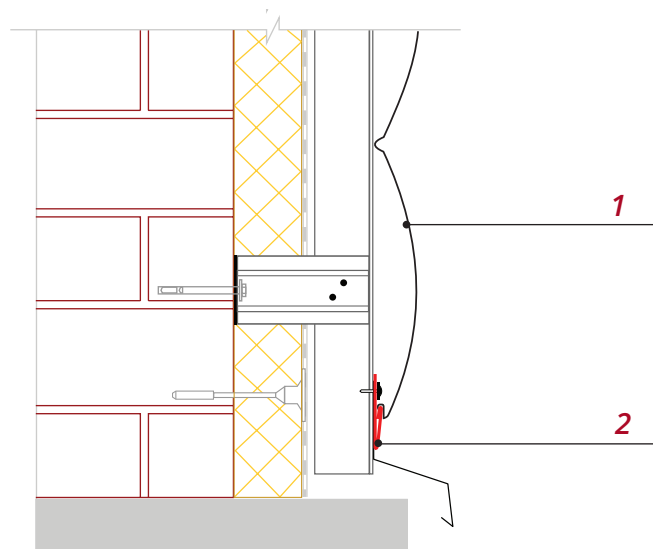

Рис. 17
■ Вставьте панель в пазы доборных элементов и выровняйте ее так, чтобы панель входила в пазы на половину его глубины (или на 10мм), заведите первую панель **1** в Стартовую планку **2**, как показано на рис.17.